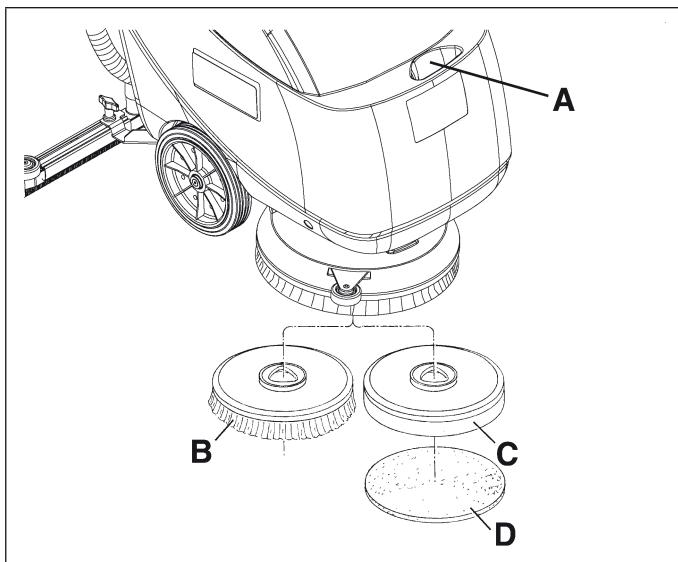

Figure 6
2. Rellenar el depósito de la solución detergente (A, Fig. 6) con un detergente adecuado.
En la máquina pueden instalarse tanto el cepillo (B, Fig. 6) como el portafiltro (C) con fieltro (D), según el tipo de tratamiento de efectuar sobre el suelo.
5. Posicionar el cepillo (B, Fig. 6), o el portafiltro (C) con fieltro (D), bajo de la cobertura.